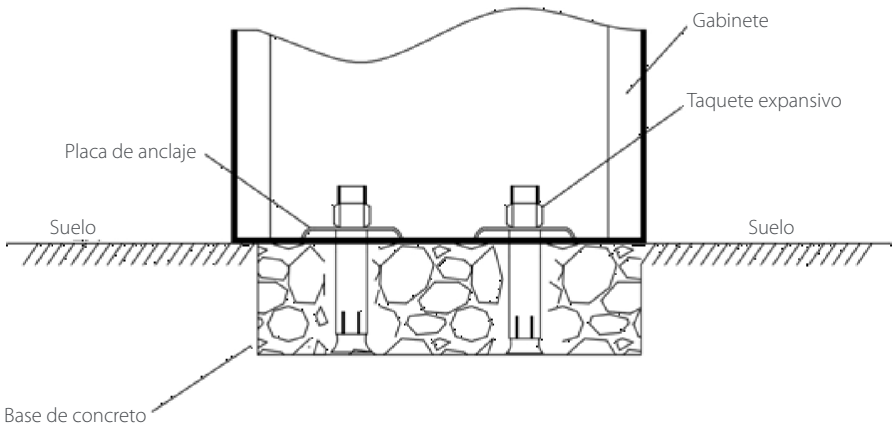

Figura 2-2
- Coloque las placas de sujeción e instale las tuercas. Utilice una llave para apretar correctamente las tuercas como se muestra en la figura 2-2